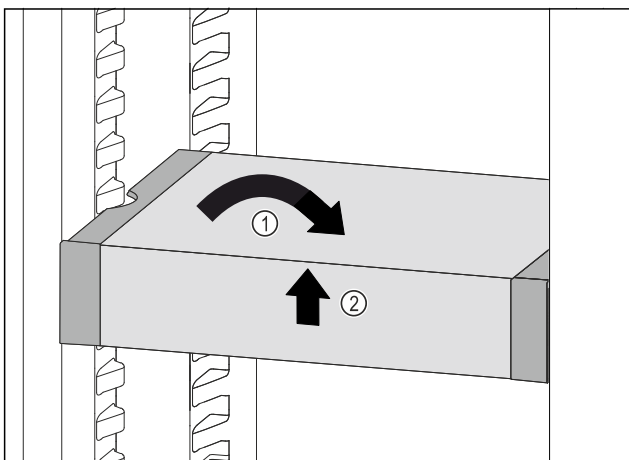

Fig. 101
- ▶ Virівняти VarioSafe. Fig. 101 (1)
- ▶ Підняти VarioSafe спереду. Fig. 101 (2)